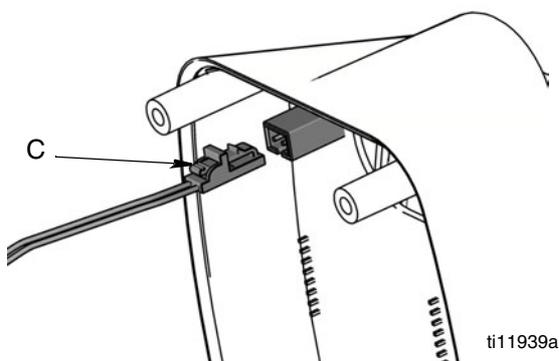

FIG. 4
4. **Únicamente medidores Prefijado y Matrix 15:** Desenganche el conector del solenoide (C) (FIG. 4).